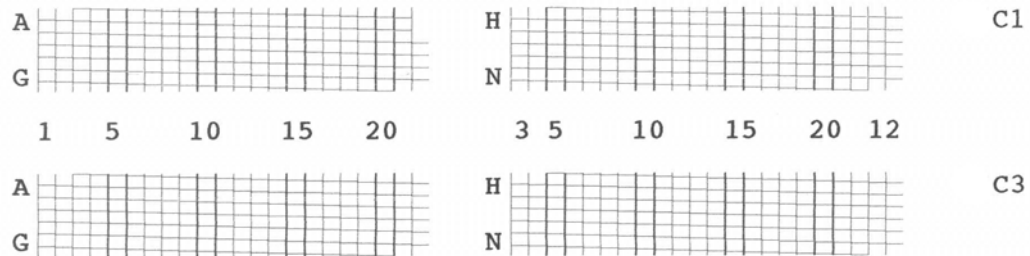

Abbildung 24: Muster A
- Muster A zeigt den Zustand der Patronen mit Hilfe eines Gitters an (siehe Abbildung 24).